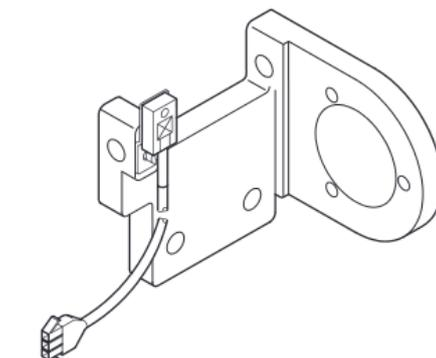

Fig. 7
4. Основная функция предохранительного выключателя - проверить и убедиться, что игольная нить и триммер нити нижнего петлителя возвращаются в правильную мертвую точку, или двигатель не сможет работать (Рис. 7).
W – вышивка крестом на лицевой стороне (рис.7)